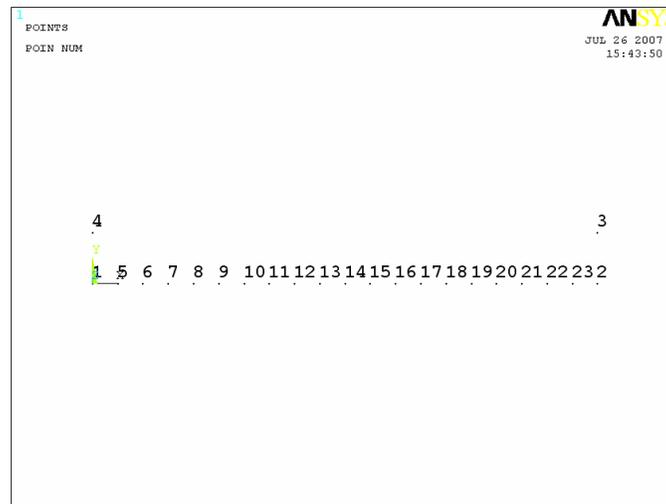

Рисунок 95. Отображение ключевых точек с нумерацией
- Нажимаем кнопку **OK** для подтверждения окончания выбора (Рисунок 95);